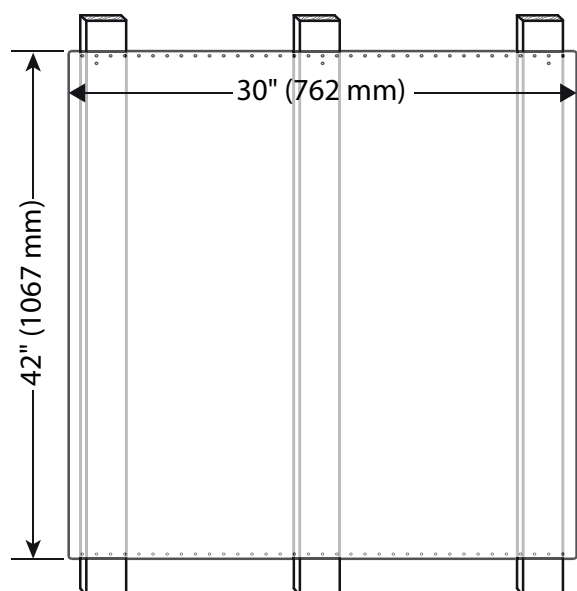

Figura 13: Instalación de la consola trasera
3. Utilice dos de los tornillos proporcionados para fijar las partes inferior y superior de la consola trasera de protección a cada travesaño de pared (vea la *Figura 13*).